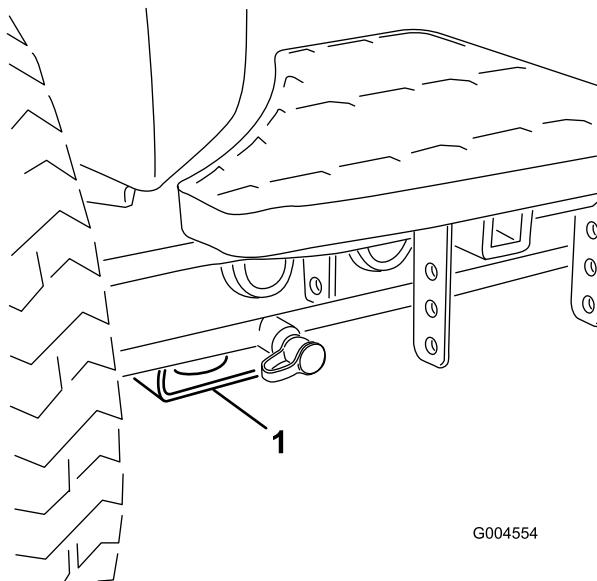

Bild 35
- Vorne: Rechteck unter dem Achsenrohr in jedem Vorderreifen (Bild 35).